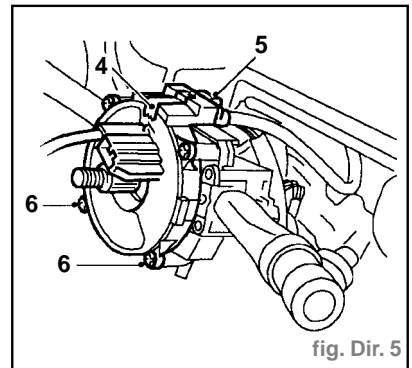

fig. Dir. 5
- Si on doit remonter l'accouplement tournant, placer du ruban adhésif (4) autour de la moulure pour empêcher sa rotation (Fig. Dir.5).